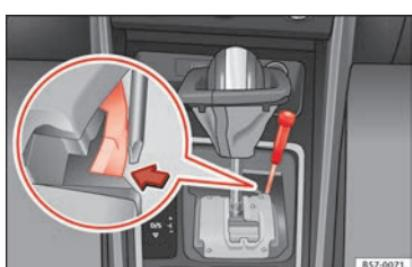

Fig. 56 Levier sélecteur : déverrouillage d'urgence de la position de parking.
- Avec un tournevis, appuyez latéralement sur la languette jaune de déverrouillage et maintenez la pression »» **fig. 56**.